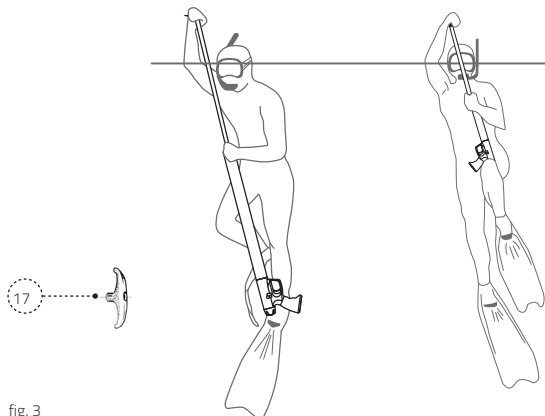

fig. 3
### 4.1 - CARICARE IL FUCILE (fig. 3)
- Inserire l'asta (6) nella testata (5), sistemare la sagola (7) tra lo sganciasagola (3) e la testata.
- Prendere il carichino anatomico in dotazione (17).
- Appoggiate il fucile sulla coscia o al piede (fig. 3), secondo la lunghezza, impugnando l'ogiva, la cui forma è stata appositamente studiata per questa presa.